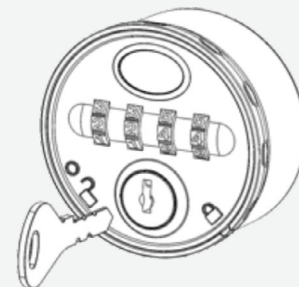

Abbildung 2
- Schritt 3** Schlüssel um 90° gegen den Uhrzeigersinn drehen und aus dem Schloss ziehen (siehe Abbildung 2).